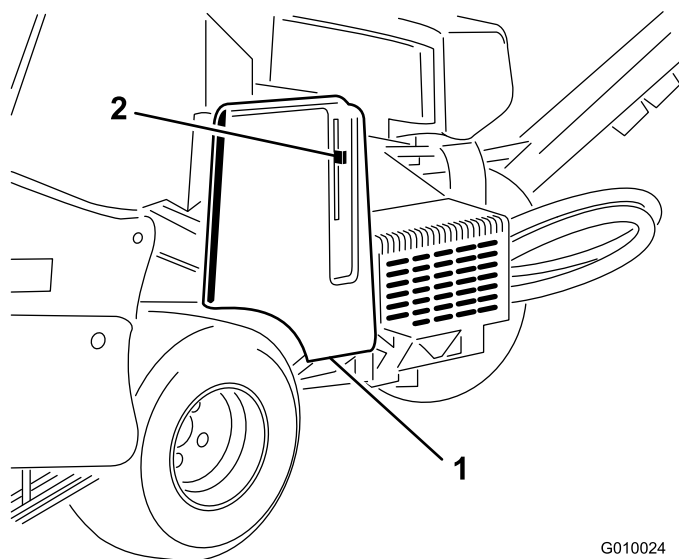
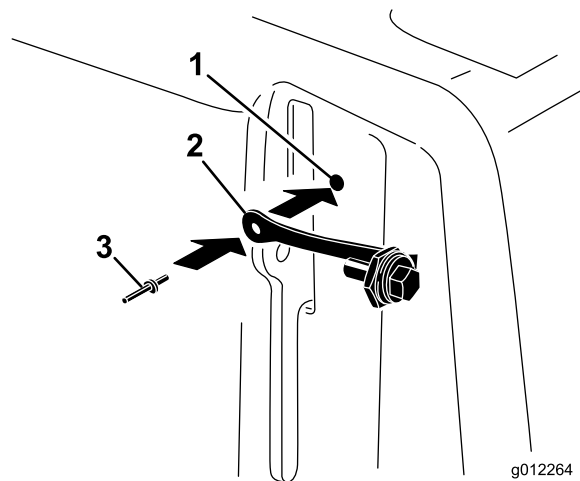

Figure 8
Figure 9
1. Trouvez le trou dans le couvercle de courroie, près du levier de verrouillage (Figure 8 et Figure 9).
2. Fixez la sangle dans le trou du couvercle de courroie avec un rivet aveugle (Figure 9).